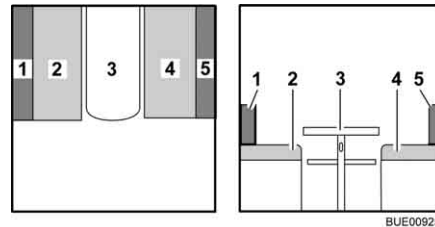

Bild 86 Före ombyggnaden
- Bygg om bordet (Bild 86,3) till sängbotten (se avsnitt 6.12).